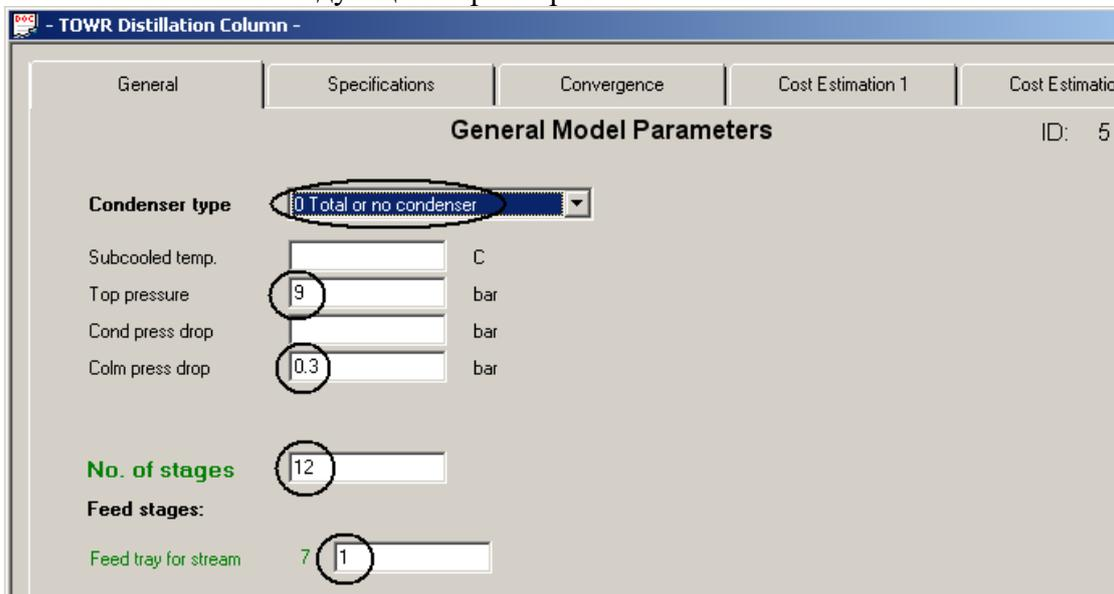

Рис. 4. Настройка колонны ID №6. Вкладка «General».
7. Для стабилизатора. Выбрать вкладку **General (Общая конфигурация)** – см. Рис. 4 – и ввести значения следующих параметров: